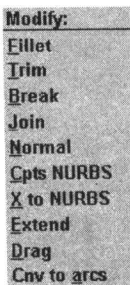

图 1.6
- ❑ Modify（修整）：在此菜单中可对绘制的图形进行修改操作，如导圆角、打断、修剪等，如图 1.6 所示。